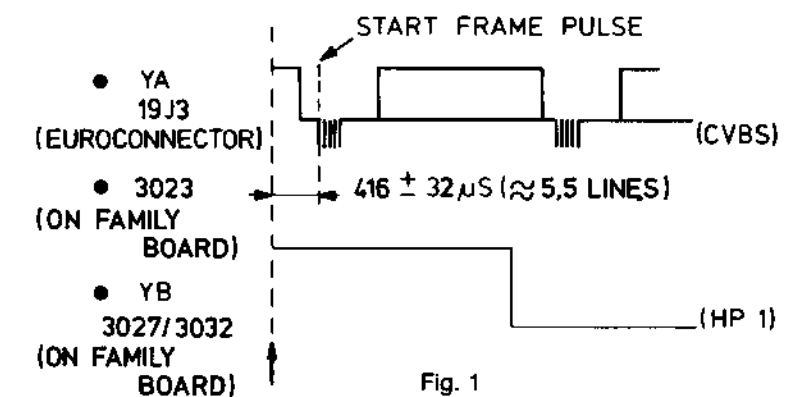

Fig. 1
- Adjust 3123 until the positive-going edge in the HP signal is situated 416 μ sec. $\pm$ 32 μ sec. ($\approx$ 5.5 lines) before the leading edge of the frame pulse, see Fig. 1.
- Regel 3123 af zodat de positief gaande flank in het HP1-sigitaal zich 416 μ sec. $\pm$ 32 μ sec. ($\approx$ 5.5 lijnen) voor de voorflank van de rasterimpuls bevindt, zie Fig. 1.
- Ajuster 3123 pour que le flanc en sens positif du signal HP1 se trouve en avance de 416 μ sec. $\pm$ 32 μ sec. ($\approx$ 5.5 lignes) sur le flanc avant de l'impulsion de trame, voir Fig. 1.
- 3123 dahin regeln, dass die positiv verlaufende Flanke in dem HP1-Signal sich 416 μ sec. $\pm$ 32 μ sec. ($\approx$ 5.5 linien) vor der Vorderflanke des Rasterimpulses befindet, siehe Fig. 1.